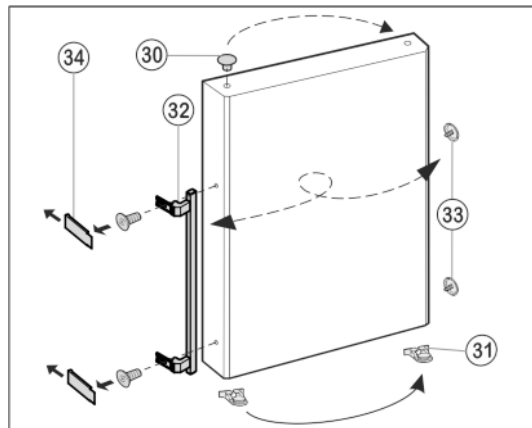

Fig. 12
- Estrarre il tappo Fig. 12 (30) dall'alloggiamento del supporto della porta e spostare.
- Smontare la maniglia della porta, i Fig. 12 (32), tappi Fig. 12 (33) e le piastre di spinta* Fig. 12 (34) e spostare sul lato opposto.